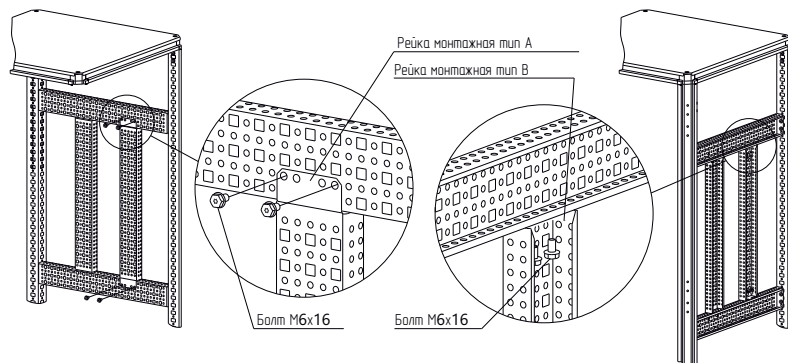

Рисунок 3
4.3.2 Закрепить рейку монтажную по вертикали самонарезающими болтами М6×16. Момент затяжки – 7 Н·м. Болты приобрести отдельно (рисунок 3).